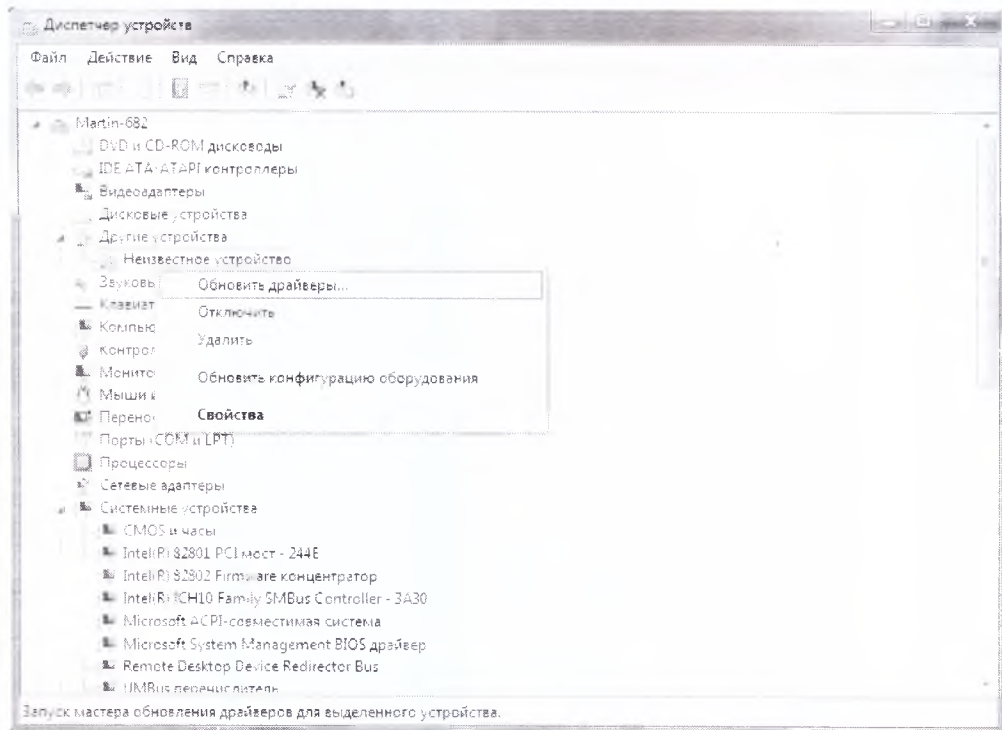

Рисунок 3 – «Диспетчер устройств» - «Обновить драйверы»
4) В диспетчере устройств нажать правой кнопкой мыши «Неизвестное устройство» (рисунок 3). Далее левой кнопкой мыши «Обновить драйверы» (драйвер входит в поставку).